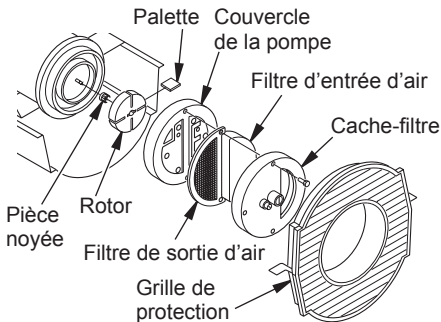

Figure 25 - Position du rotor, modèles 40/55T/70T
2. Avec un tourne-écrou de 5/16 po déposez les vis du cache-filtre (voir Figure 25 ou 26).